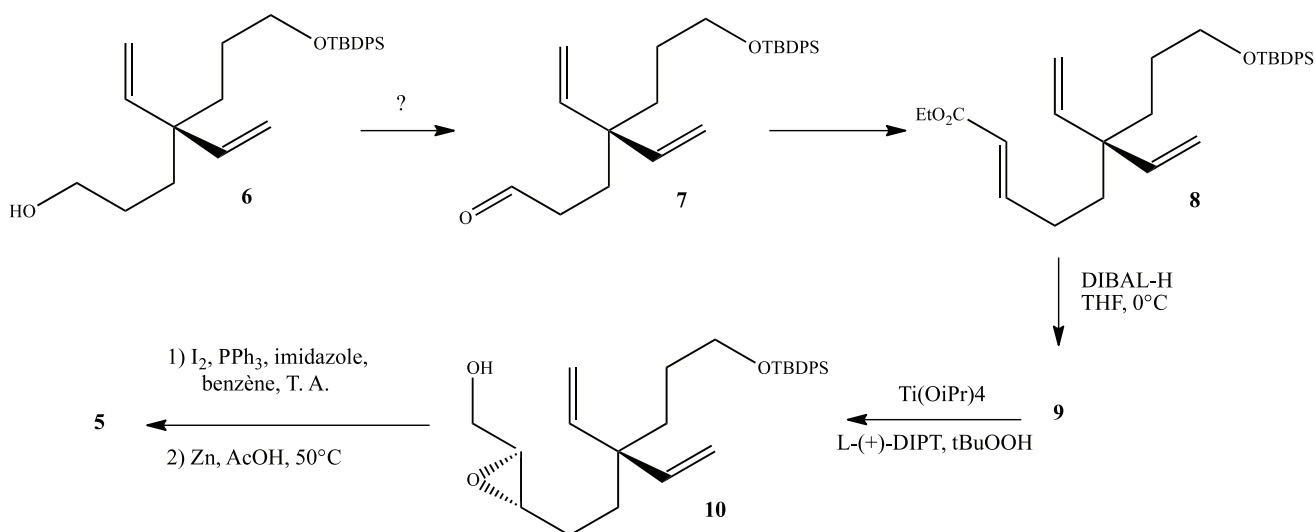

FIGURE 5 – Et =  $C_2H_5$ ; tBu =  $C(CH_3)_3$
La séquence de formation de **5** à partir du réactif **6** est présentée figure 5.
**Q26** Expliquer, en une dizaine de lignes maximum, comment un professeur d'une classe de terminale STL-SPCL pourrait utiliser cette synthèse (passage de **6** à **5**, figure 5) pour illustrer la notion de régiosélectivité figurant dans la partie de programme « des synthèses avec de meilleurs rendements ».